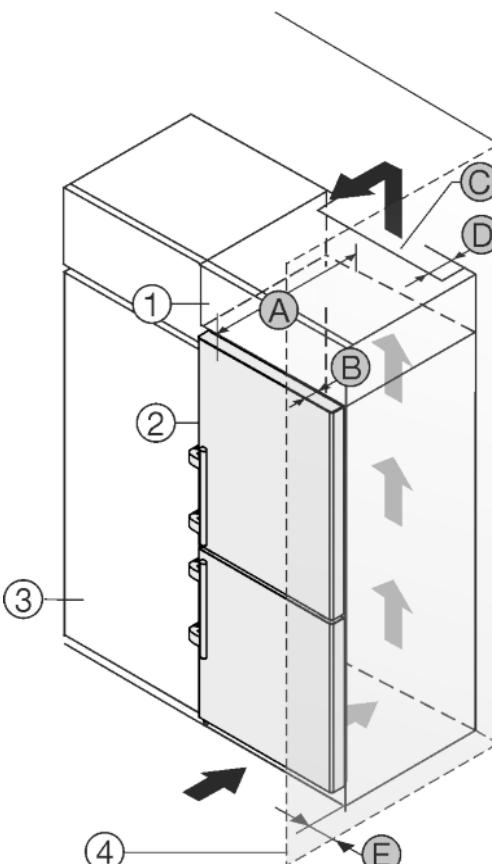

Fig. 11
Пристрій можна комбінувати з кухонними шафами. Для того, щоб пристрій Fig. 11 (2) вирівняти по висоті кухонної секції, на пристрій можна встановити антресольну секцію Fig. 11 (1).
Пристрій можна встановлювати безпосередньо поряд з кухонною шафою Fig. 11 (3). Для повного відкриття дверей пристрій повинен виступати на глибину Fig. 11 (B) відносно передньої панелі кухонної шафи. Залежно від глибини кухонних шаф та використання пристінних розпірок пристрій можна встановити так, щоб він виступав вперед.
- Задня сторона антресольної шафи повинна мати вентиляційний канал глибиною Fig. 11 (D) вздовж всієї ширини шафи.
- Під стелею приміщення слід дотримуватися поперечного перерізу вентиляційного відведення повітря Fig. 11 (C).